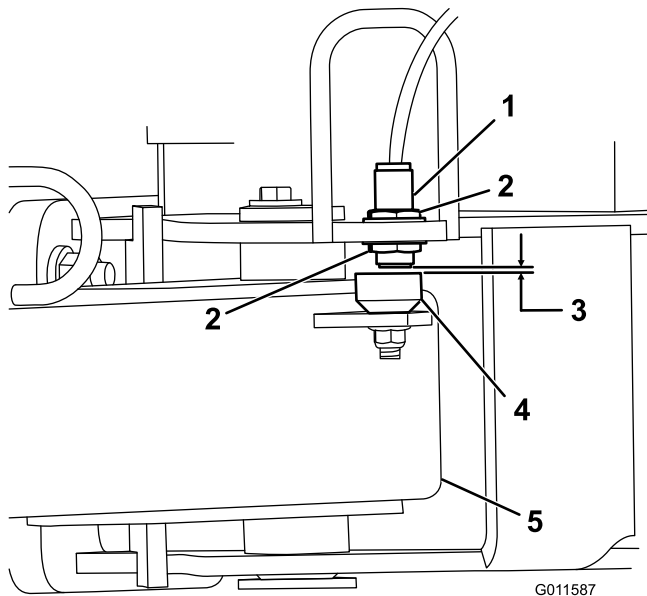

Figura 4
- Afloje las contratuercas que sujetan el interruptor de proximidad de proximidad al bastidor y baje el interruptor hasta que esté a 2,6–4 mm del sensor de la barra de tracción (Figura 4). Apriete las contratuercas para afianzar el ajuste.